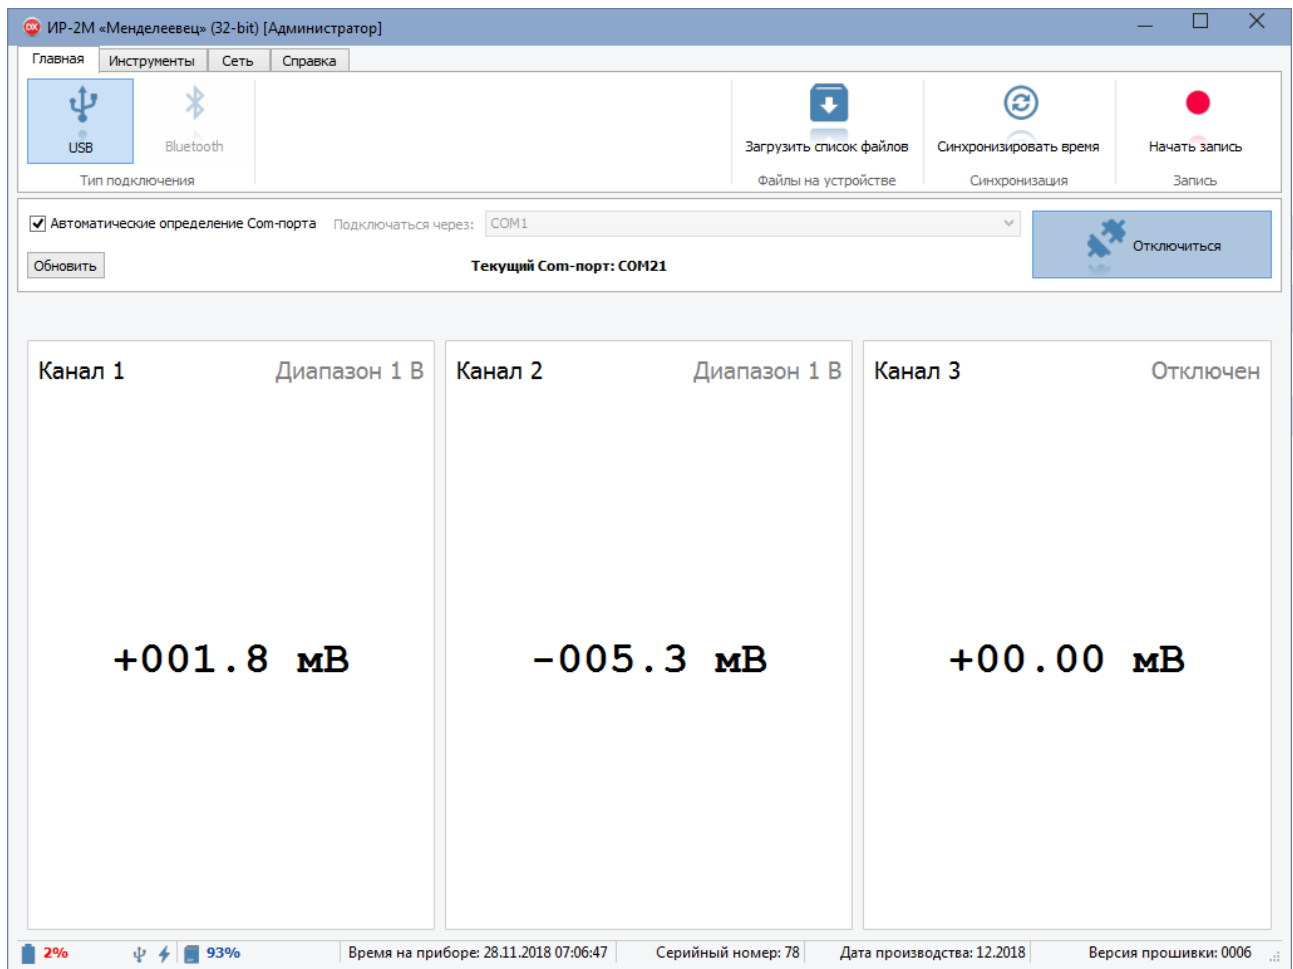

Рисунок 10 – Текущие измерения приложения для ПК
3.6.2.3 Нажмите кнопку «Подключиться». Появятся текущие измерения (рисунок 10).